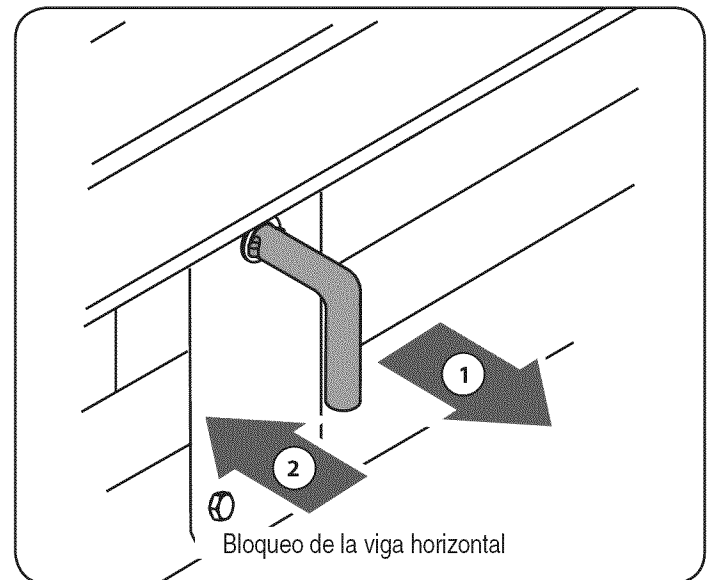

Figura 13
1. Tire el bloqueo de vigueta vertical hacia afuera y rótelo hacia abajo. Vea la Figura 13. Gire la vigueta a la posición horizontal. La vigueta se trabaré automáticamente en posición horizontal.